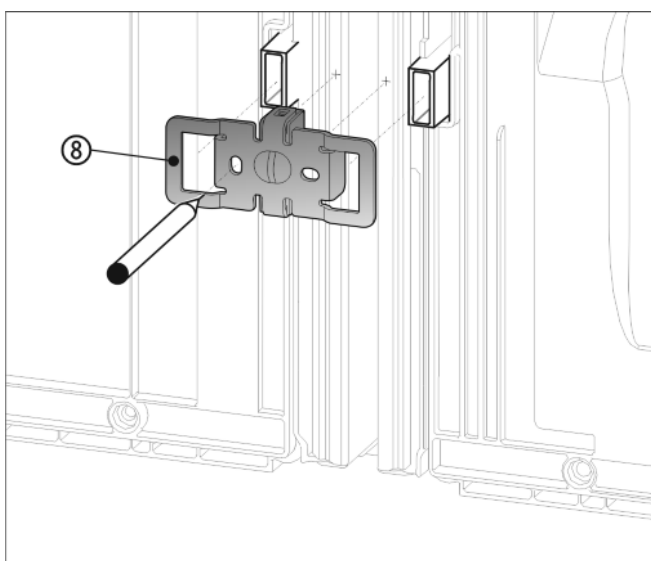

Fig. 10
- ▶ Вкарайте ъгъла Fig. 10 (8) с прорезите върху държачите за детайлите за отстояние от стената